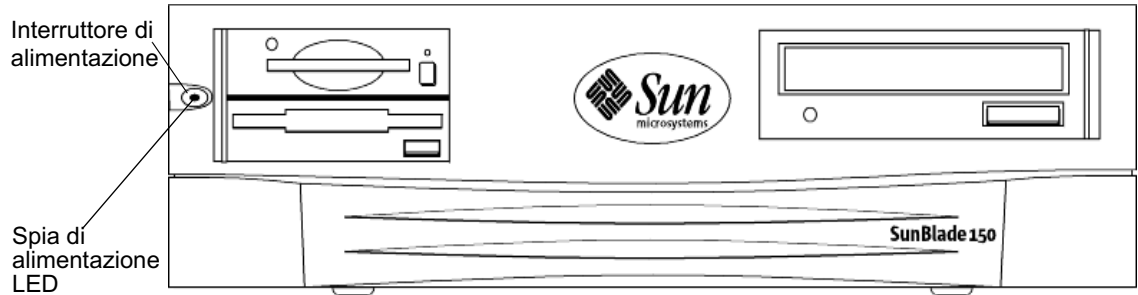

FIGURA 4-1 Posizione dell'interruttore di alimentazione e della spia di alimentazione
- a. **Premere e rilasciare immediatamente l'interruttore di alimentazione (FIGURA 4-1).**